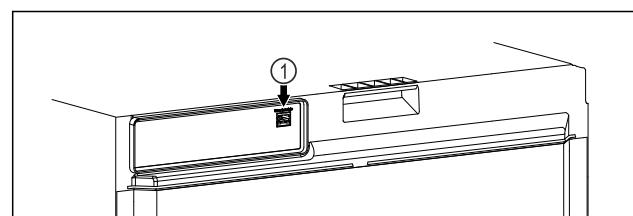

Fig. 110
- SmartModule Fig. 110 (1) er installert.